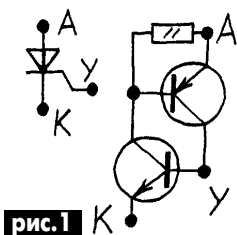

рис.1
1. При ремонте импульсных блоков питания (БП) часто приходится заменять тиристоры типа КУ221А и аналогичные. Такие не всегда есть под рукой, и ремонтники заменяют их транзисторами подходящей мощности и любым резистором, соединив по схеме **рис.1**.